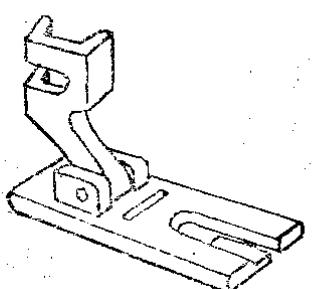

Рис. 32
10.1. Лапка-запошиватель (рис. 32)